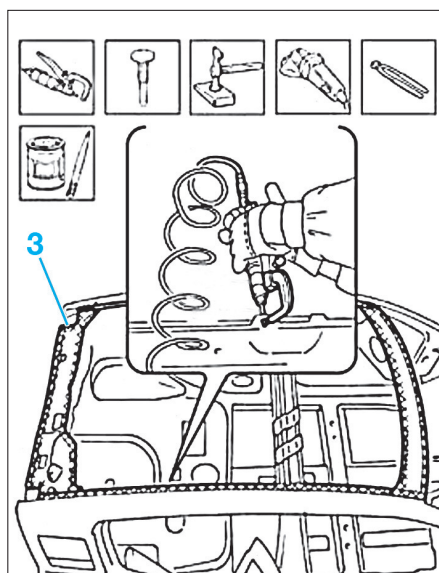

FIG. 42
• Dégraffer sur la zone (3) (Fig.42), le reste du pavillon.